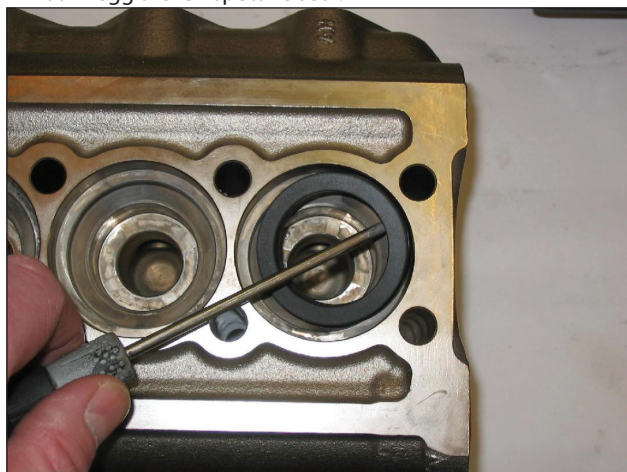

Fig. 21
C) Estrarre le tenute di alta pressione dalla testata e quelle di bassa pressione dal relativo supporto utilizzando semplici attrezzi come indicato in Fig. 21, facendo attenzione a non danneggiare le rispettive sedi.
Prestare attenzione all'ordine di smontaggio del pacco guarnizioni come indicato in Fig. 21 composto da: